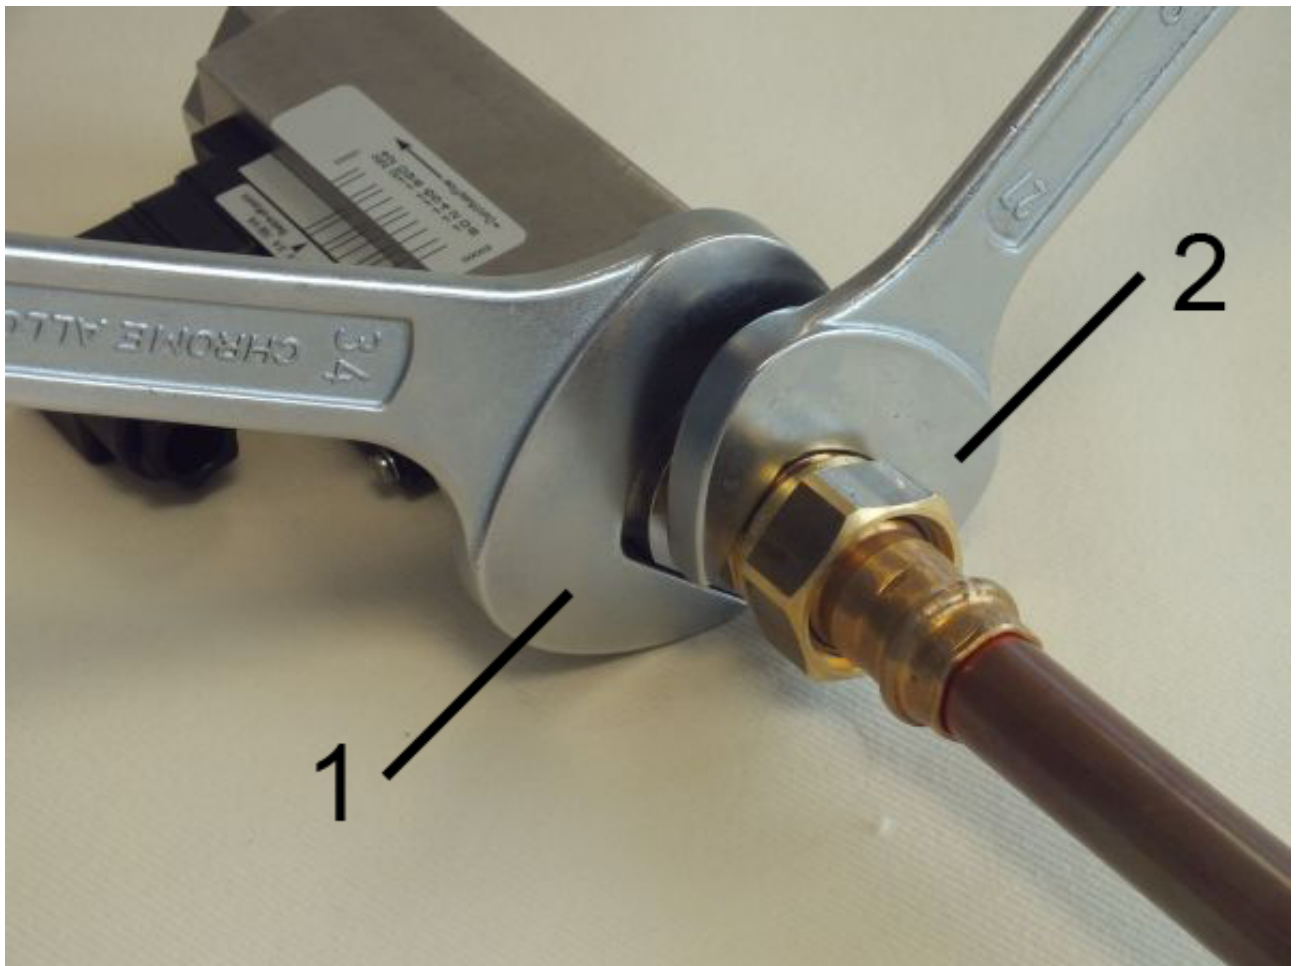

Abb. 12: Gerät einschrauben
2. ➔ Mit passendem Maulschlüssel (*Abb. 12/2*) die Übergangverschraubung der Rohrleitung eindrehen. Dabei die Geräteverschraubung mit einem passenden Maulschlüssel (*Abb. 12/1*) gegenhalten